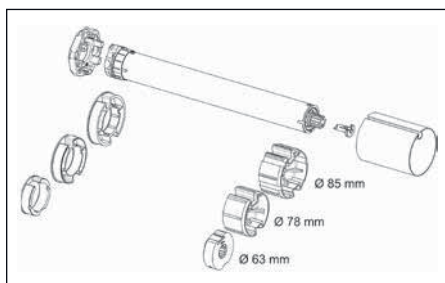

Figure1: exemples de différentes tailles d'axe
1. Déterminez la taille de la bague d'appui et de l'accouplement en fonction de la taille de l'axe (figure 1).